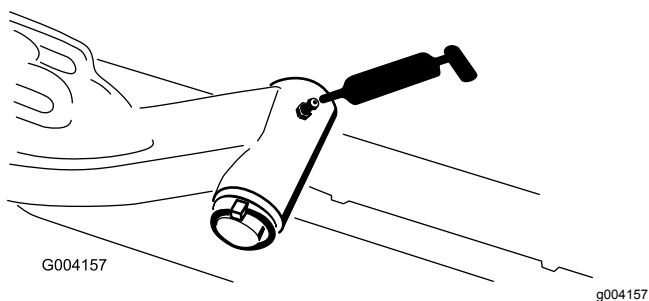

Figure 48
- Axe de pivot des bras de levage (x 1) (Figure 48)